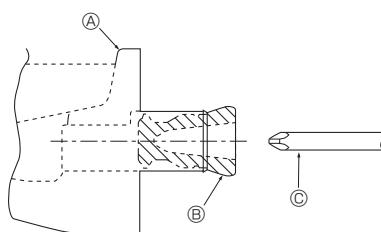

Fig. 5-1
- Sol taraftaki borular için, lastik tapayı mutlaka sağ drenaj deliğine sokun. (Fig. 5-1)
- (A) Drenaj kabı